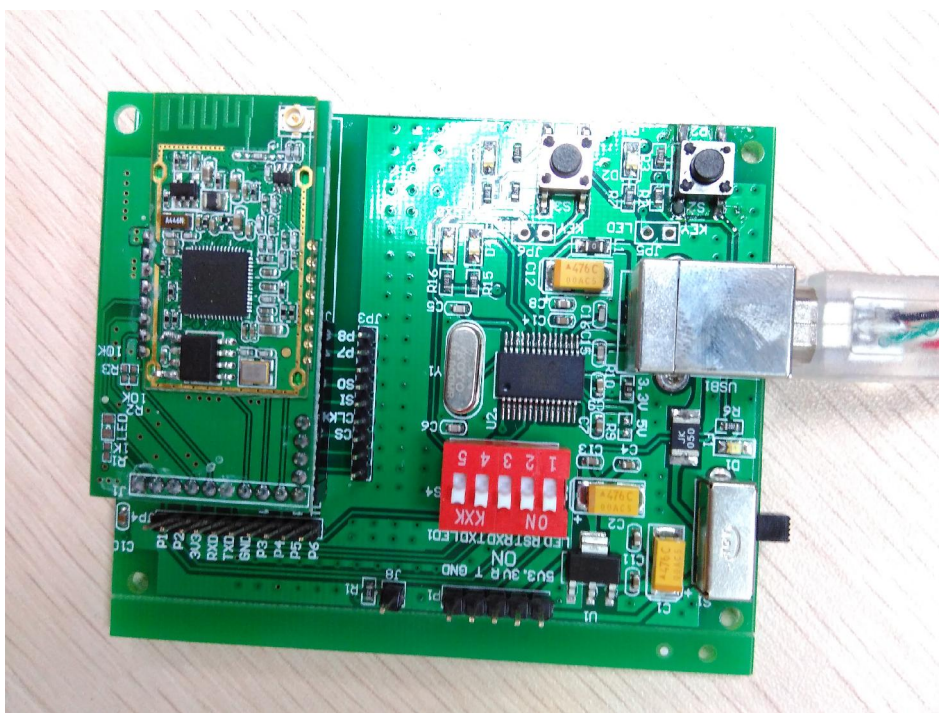
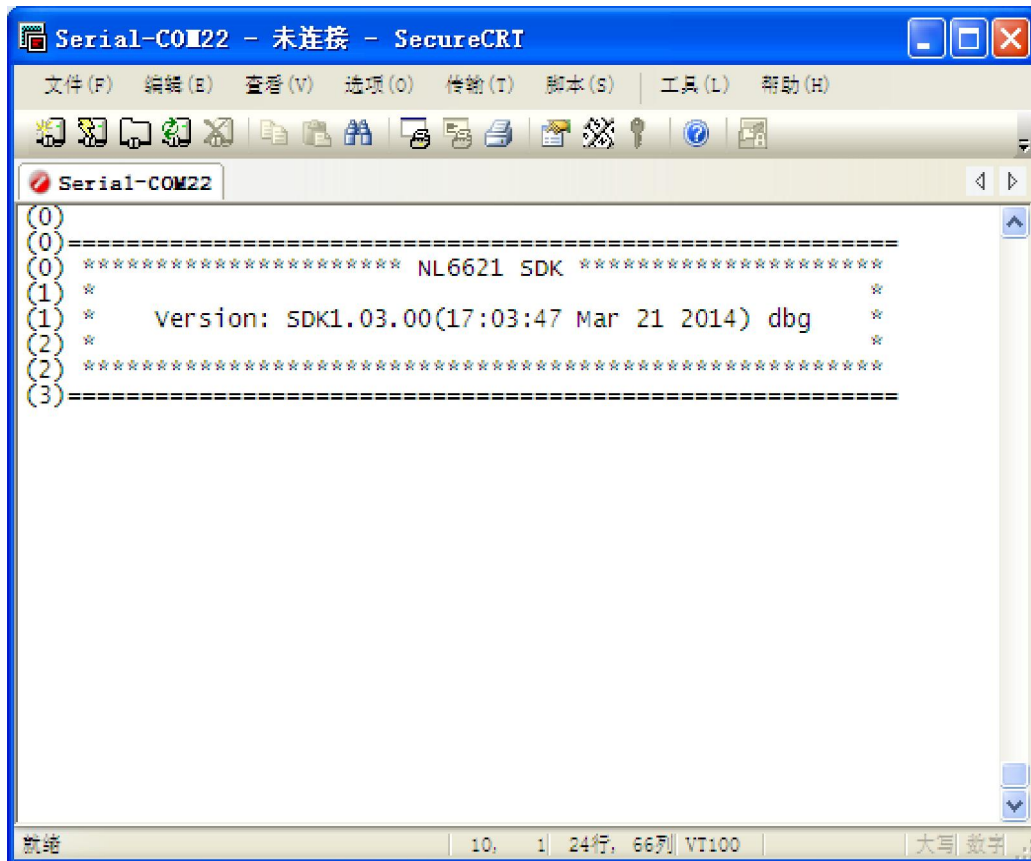

Figure 2 NF-210S 开发板全图
Figure 4 系统镜像 nft_sd_uapsta.bin 正常启动
3、烧录完成后按 Figure 2 设置，将开发板恢复为 Flash 启动模式 (010)，重新上电，串口出现 Figure 4 中的打印则说明 nft_sd_uapsta.bin 系统镜像正常加载（此打印信息为 Standard_SDK 的 bin 文件）